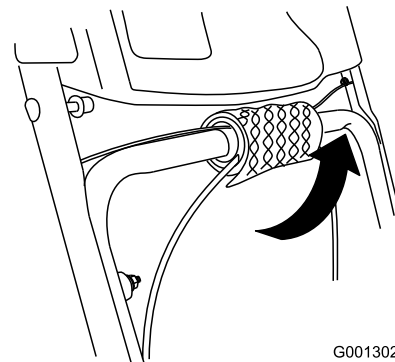

Рисунок 6
1. Разверните концы троса нижней рукоятки (Рисунок 6).